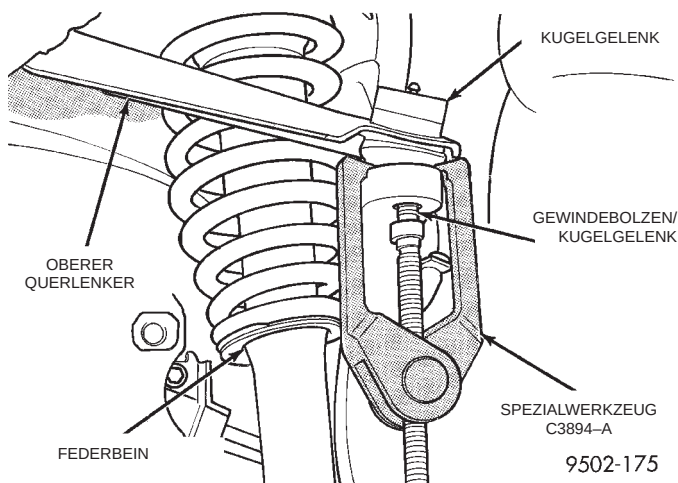
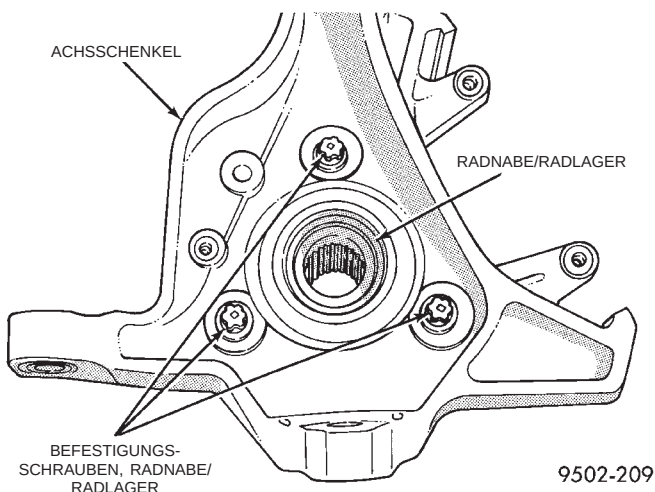

Abb. 71 Gewindebolzen des Kugelgelenks aus dem Achsschenkel ausbauen
Abb. 72 Befestigungsschrauben der Radnabe/Radlagereinheit
(17) Gewindebolzen des oberen Kugelgelenks mit Abzieher, Spezialwerkzeug C-3894-A, aus dem Achsschenkel herausziehen (Abb. 71).
(18) Achsschenkel aus dem Fahrzeug ausbauen.
(19) Achsschenkel in einen Schraubstock einspannen.
(20) Die drei Schrauben (Abb. 72) lösen, mit denen die Radnabe/Radlagereinheit am Achsschenkel befestigt ist.
(21) Radnabe/Radlagereinheit aus dem Achsschenkel ausbauen. **Wenn sich die Radnabe nicht löst,**
(22) Alle Kontaktflächen der Radnabe/Radlagereinheit am Achsschenkel gründlich reinigen.
(23) Die neue Radnabe/Radlagereinheit in den Achsschenkel einbauen. Dabei die Bohrungen im Flansch der Radnabe mit den Bohrungen im Achsschenkel ausrichten.
(24) Die drei Befestigungsschrauben (Abb. 72) eindrehen und gleichmäßig anziehen, bis die Radnabe/Radlagereinheit bündig an der Montagefläche des Achsschenkels anliegt. Die drei Befestigungsschrauben (Abb. 72) mit einem Anzugsmoment von 110 N·m (80 ft. lbs.) festziehen.